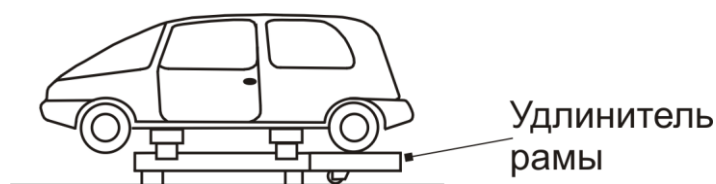

Рисунок 9
8.6 Плавно(!) опустите автомобиль в зажимы, убирая проставки. Затяните болты крепления губок и зажимов к кронштейнам (Рисунок 9). Установка автомобиля на стенд завершена.